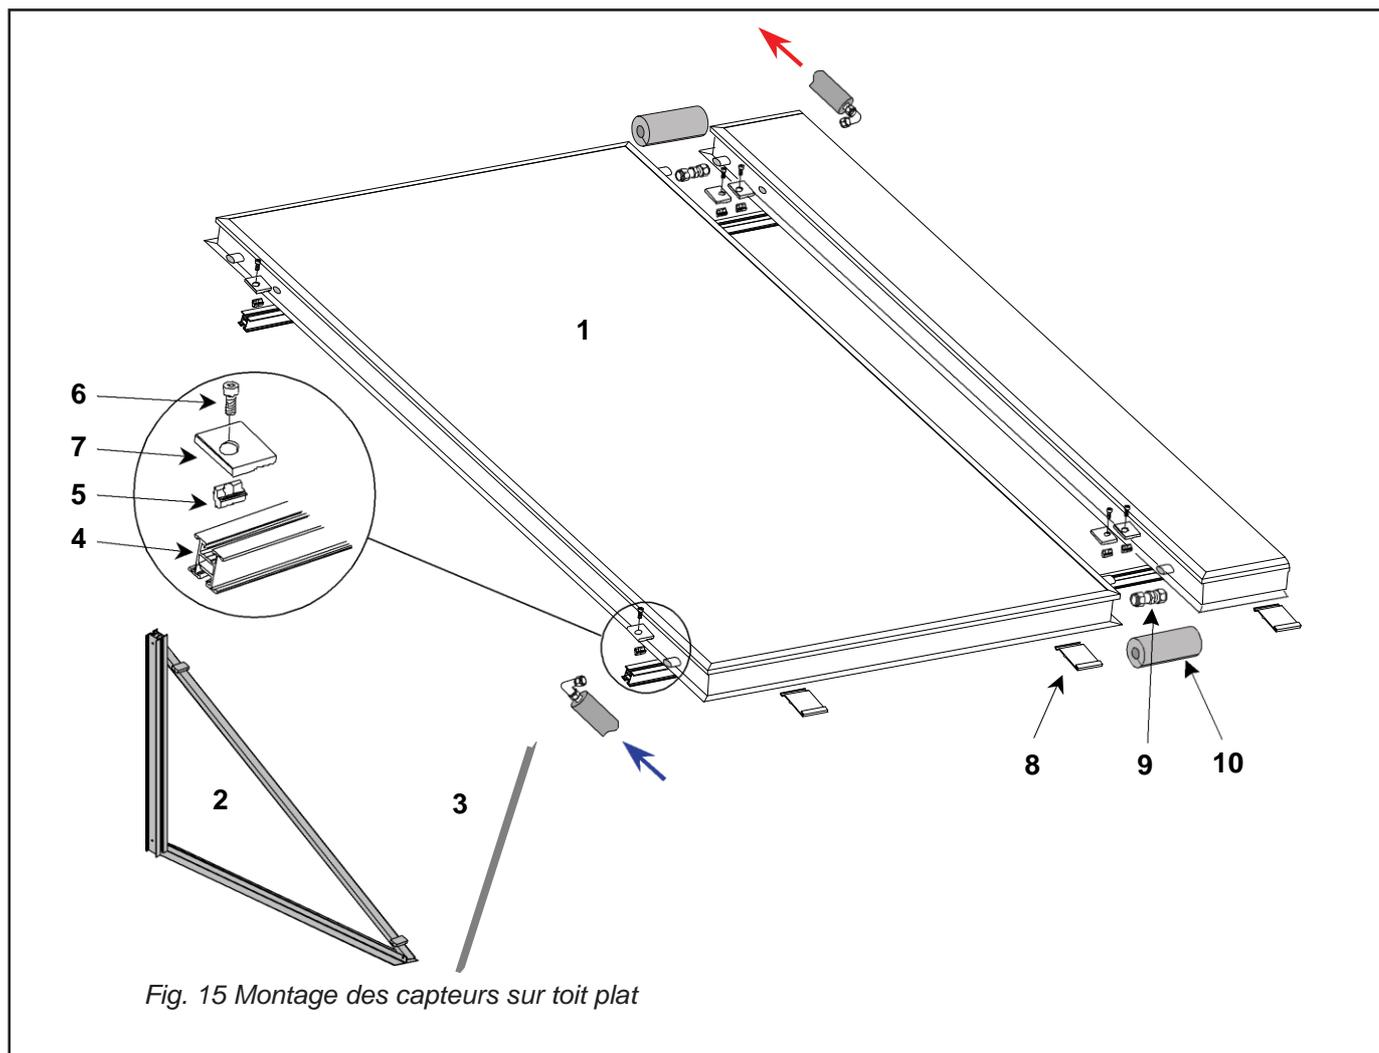

Fig. 15 Montage des capteurs sur toit plat
- Placer un autre capteur à côté du premier en laissant un espace suffisant. Visser le conduit de raccordement (Fig. 15, pièce 9) et faire glisser le deuxième capteur vers le premier. Voir les instructions suivantes au chapitre 5 « **Raccordement hydraulique** »